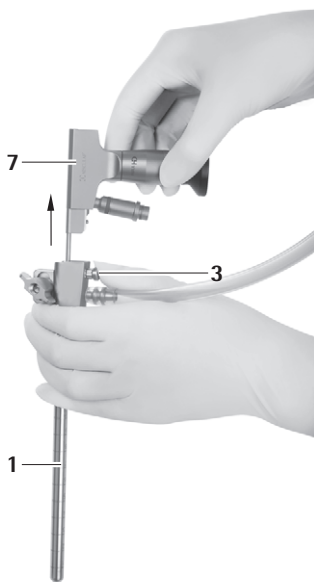

Fig. 11
- Premere il pulsante di rilascio **3** ed estrarre l'endoscopio **5** dal trocar MINOP InVent **1**, vedere Fig. 11.